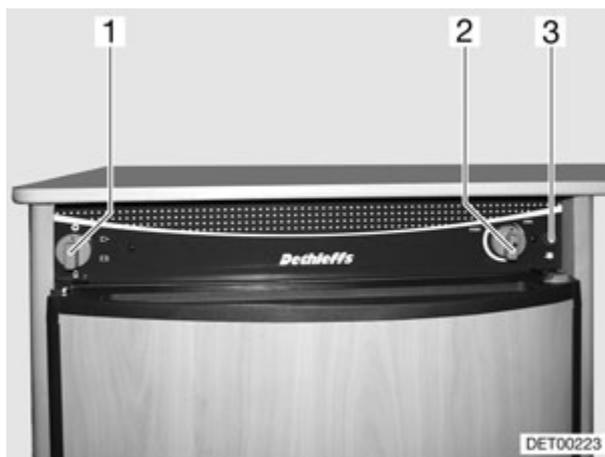

Fig. 151 Boutons de commande pour le réfrigérateur (variante 3)
- Placer le sélecteur de source d'énergie (Fig. 151,1) sur gaz "🔥".
- Enfoncer le bouton tournant (Fig. 151,2) et le maintenir enfoncé. L'arrivée de gaz est ouverte. L'allumage s'effectue de manière automatique. Le voyant de contrôle (Fig. 151,3) clignote et un tic-tac est distinctement perceptible jusqu'à ce que la procédure d'allumage soit effectuée avec succès.
- Maintenir le bouton tournant (Fig. 151,2) encore enfoncé pendant 10 à 15 secondes, puis le relâcher. Si la flamme s'éteint, le système d'allumage répète la procédure de manière automatique.
- Placer le sélecteur de source d'énergie (Fig. 151,1) sur "O". L'appareil est alors coupé.
- Placer le sélecteur de source d'énergie (Fig. 151,1) sur mode 230 V "".
- Régler la température de réfrigération avec le bouton tournant (Fig. 151,2).
- Placer le sélecteur de source d'énergie (Fig. 151,1) sur mode 12 V "".